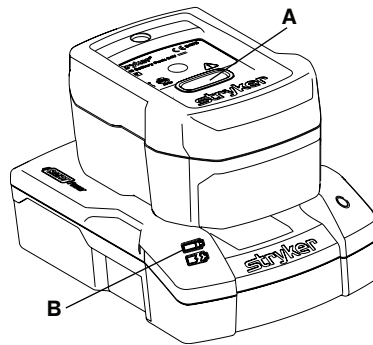

Figura 26 – Carga del SMRT Pak
Para cargar el **SMRT Pak** (Figura 26):
- El indicador LED del cargador **SMRT** (B) parpadea en verde mientras está cargando (Figura 26). El tiempo óptimo de carga es de dos horas.
- Cuando el **SMRT Pak** está cargado y listo para su uso, el indicador LED del cargador **SMRT** (B) se iluminará en color verde fijo.
2. Presione el botón de liberación rojo (A) (Figura 26) y deslice el **SMRT Pak** para extraer el **SMRT Pak** cargado y listo del cargador **SMRT**.